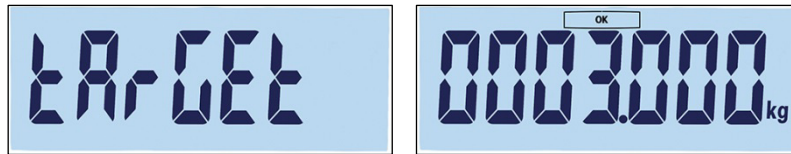

Abbildung 3-47: Bildschirme „Target“ und Zielwerteinstellung
4. Nach dem Bestätigen der Datensatznummer durch Drücken der Taste , erscheint kurz der Bildschirm target (Zielwert) und danach der Bildschirm zur Bearbeitung des Zielwertes (Abbildung 3-47).